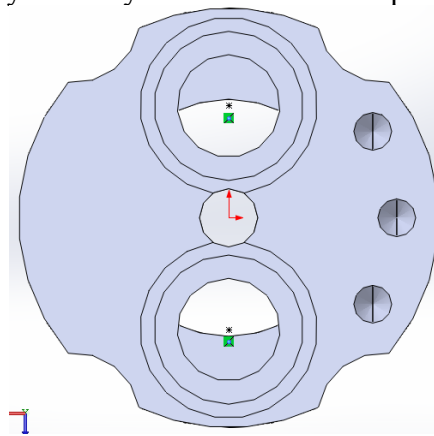

Рис. 23
18. Зробимо дії аналогічно пункту 13. Результат показано на рис.23.